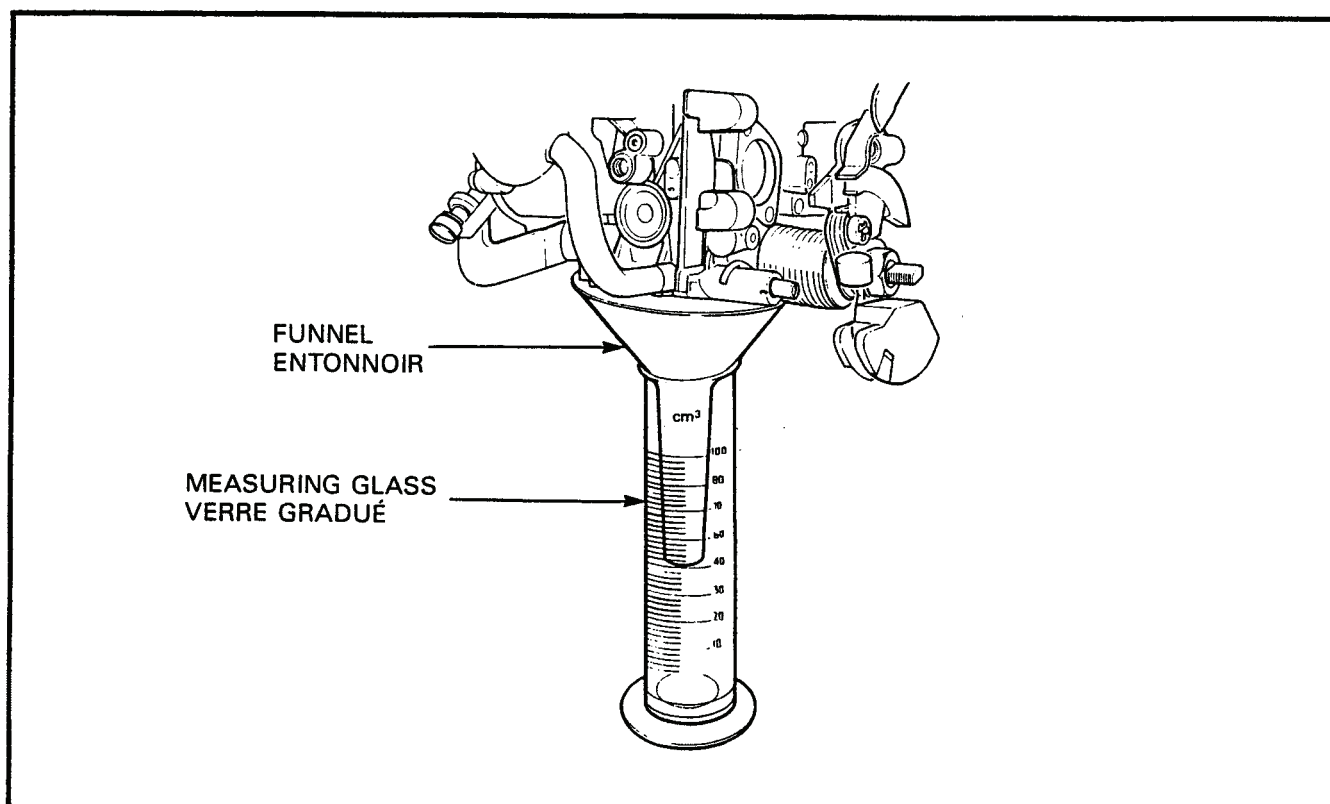

Figure 2-1-8 Carburetor Injection Capacity Measurement
(4) Install the spacers, flat washers and elastic nuts (2) on the two studs. (5) Connect the pulldown hose (9) to the body. (6) Connect the carburetor to a source of fuel and hold the carburetor over a funnel and measuring glass, see Figure 2-1-8. (7) Turn the choke operating lever so that the choke is fully open and slowly open the throttle valve lever to the fully open position ten times (a minimum of three seconds per stroke). The amount of fuel collected should be 8.5 to 11.5 cm³ (0.299 to 0.0404 oz).	(4) Installer les entretoises, les rondelles plates et les écrous élastiques (2) sur les deux goujons. (5) Brancher le boyau du dispositif anticalage (9) au corps du carburateur. (6) Relier le carburateur à une source de carburant et maintenir le carburateur au-dessus d'un entonnoir et d'un verre gradué, voir figure 2-1-8. (7) Tourner le levier de commande de l'étrangleur pour que celui-ci soit complètement ouvert, et ouvrir ensuite lentement à dix reprises le levier du papillon au maximum (au moins trois secondes chaque fois). La quantité de carburant recueillie devrait être de 8.5 à 11.5 cm (0.299 à 0.0404 oz).